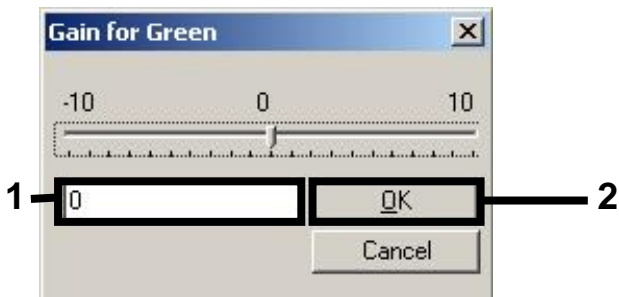

Figura 6. Inserção manual dos menores valores de ganho.
7. Selecione o menor valor de ganho para Cycling Green anotado na Etapa 4 e insira esse valor manualmente na janela **Gain for Green** (ganho para verde) (Figura 6). Selecione o menor valor de ganho para Cycling Yellow anotado na Etapa 4 e insira esse valor manualmente na janela **Gain for Yellow** (ganho para amarelo) (Figura 6).